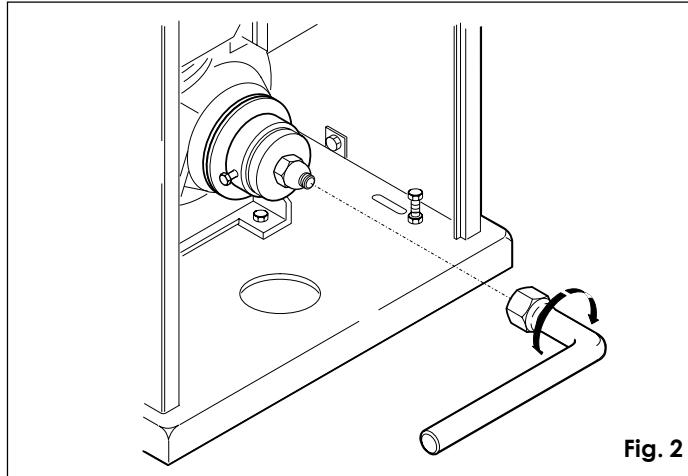

Fig. 2
- Con la chiave in dotazione svitare il dado autobloccante fino allo sblocco della frizione come indicato in fig. 2.
- Avvitare il dado autobloccante fino a battuta meccanica come in fig. 2.